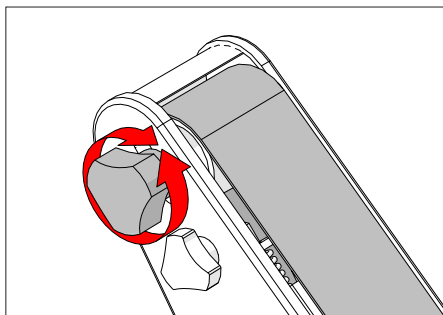

Figura 5. Butoni i kontrollit të rregullimit.
4. Derisa rrotulloni diskun, rrotulloni dorezën e rregullimit, figura 5, në drejtim të kundërt të akrepave të orës ashtu që shiriti të lëviz majtas ose në drejtim të akrepave të orës që shiriti të lëviz në të djathtë.